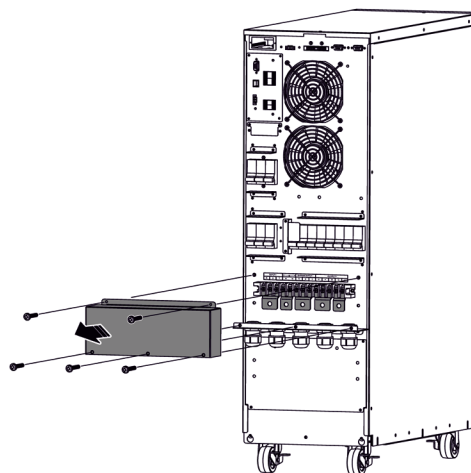
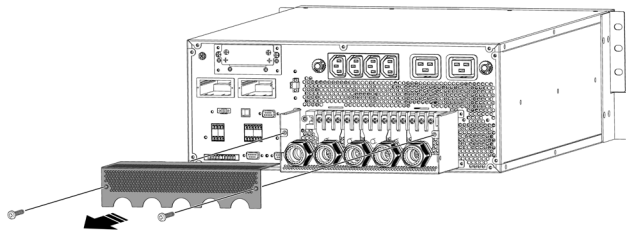

Fig. 32. Extracción de la tapa de protección de los terminales de conexión en la versión torre.
Fig. 33. Extracción de la tapa de protección de los terminales de conexión en la versión rack.
- Antes de proceder al conexionado, es necesario extraer la tapa de protección del bloque de terminales, tal como muestran las siguientes Fig. 32 y Fig. 33: